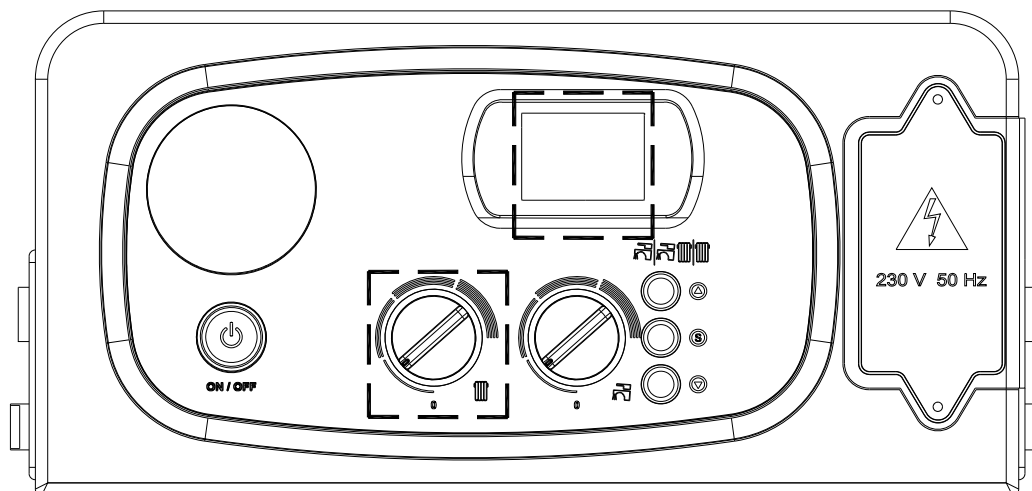

Fig. 2
- Saisir en même temps les équerres du tableau de commande (fig. 2) et les écarter pour ouvrir le panneau en le faisant pivoter vers le bas.